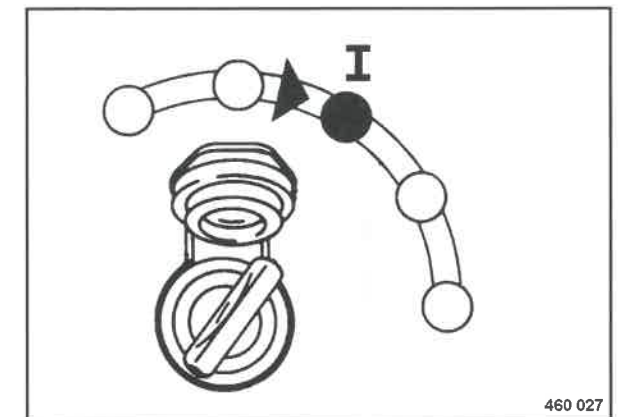

Fig. 45
- Girare la chiave di accensione (Fig. 45) in posizione "I".